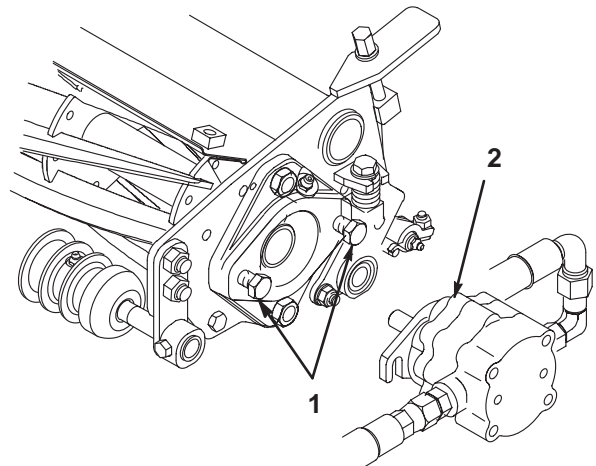

図 14
9. リール・モータ取り付け用のキャップスクリュを組み立てる。ネジ山を 13 mm ほど突き出させておく (図 14)。
11. モータのシャフトのスプライン部にグリスを塗布し、モータを時計方向にひねってスタッドを一回かわし、次に逆にひねってモータのフランジをスタッドに噛ませる (図 14)。